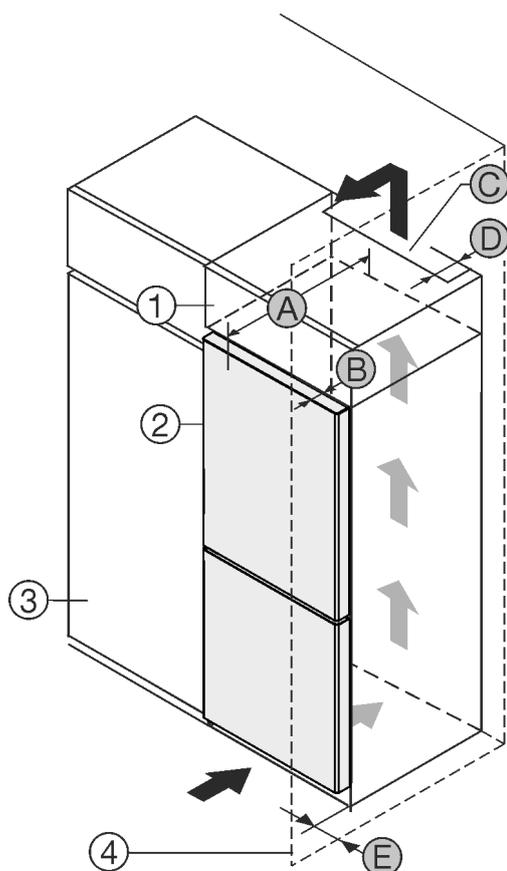

Fig. 1
Zariadenie postavte priamo vedľa kuchynskej skrine Fig. 1 (3).\*
Na zadnej strane nadstavnej skrine musí byť vetracia šachta s hĺbkou Fig. 1 (D) cez celú šírku nadstavnej skrine.
Pod stropom miestnosti sa musí dodržať prierez vetracieho otvoru Fig. 1 (C).
Ak je zariadenie umiestnené so závesmi vedľa steny Fig. 1 (4), vzdialenosť medzi zariadením a stenou musí byť minimálne 40mm. To zodpovedá presahu držadla pri otvorených dverách.
Pre úplné otvorenie dverí musí zariadenie vyčnievať o hĺbku dvier Fig. 1 (B) prednej časti kuchynskej skrine. V závislosti od hĺbky kuchynských skriň Fig. 1 (3) a použitia dištančných držiakov na stenu môže zariadenie prečnievať ešte viac.\*
Pre úplné otvorenie dverí musí zariadenie vyčnievať o hĺbku dvier (B) prednej časti kuchynskej skrine. V závislosti od hĺbky kuchynských skriň Fig. 1 (3) a použitia dištančných držiakov na stenu môže zariadenie prečnievať ešte viac.\*